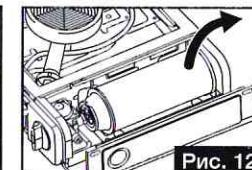

Рис. 12
- При наличии одноразового газового баллона внутри плиты, извлеките его и закройте боковую крышку (Рис. 12).